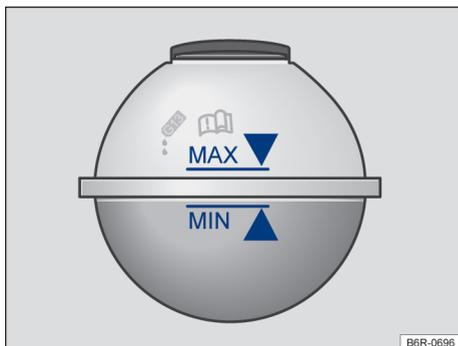

Fig. 156 No compartimento do motor: marcação no reservatório de expansão do líquido de arrefecimento do motor.
- Com o motor frio, verificar o nível do líquido de arrefecimento do motor pela marcação lateral do reservatório → Fig. 156.
- Reabastecer somente com líquido de arrefecimento do motor **novo** e de acordo com a especificação da Volkswagen (→ Página 204) → ①.
- O nível do líquido de arrefecimento do motor deve permanecer dentro da marcação do reservatório → Fig. 156. **Não completar acima da marca "MAX"** → ①!
- Se em caso de emergência não houver à disposição o líquido de arrefecimento do motor dentro da especificação exigida (→ Página 204), não utilizar nenhum outro aditivo do líquido de arrefecimento do motor! Em vez disso, completar somente com **água XYGH-UXU** → ①. Depois disso, a mistura com a proporção correta de aditivo do líquido de arrefecimento do motor → Página 204 deve ser restabelecida o mais rápido possível. ▶
- Completar com líquido de arrefecimento do motor somente até a marca "MAX" → Fig. 156. Caso contrário, ao aquecer-se, o líquido excedente será expulso do sistema de arrefecimento do motor e poderá causar danos.